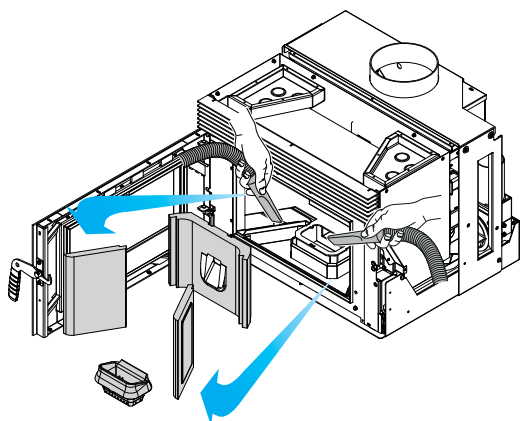

fig. 7.15
- B) rimuovere le piastre interne dalla camera di combustione e aspirare la cenere rimanente (fig. 7.15)